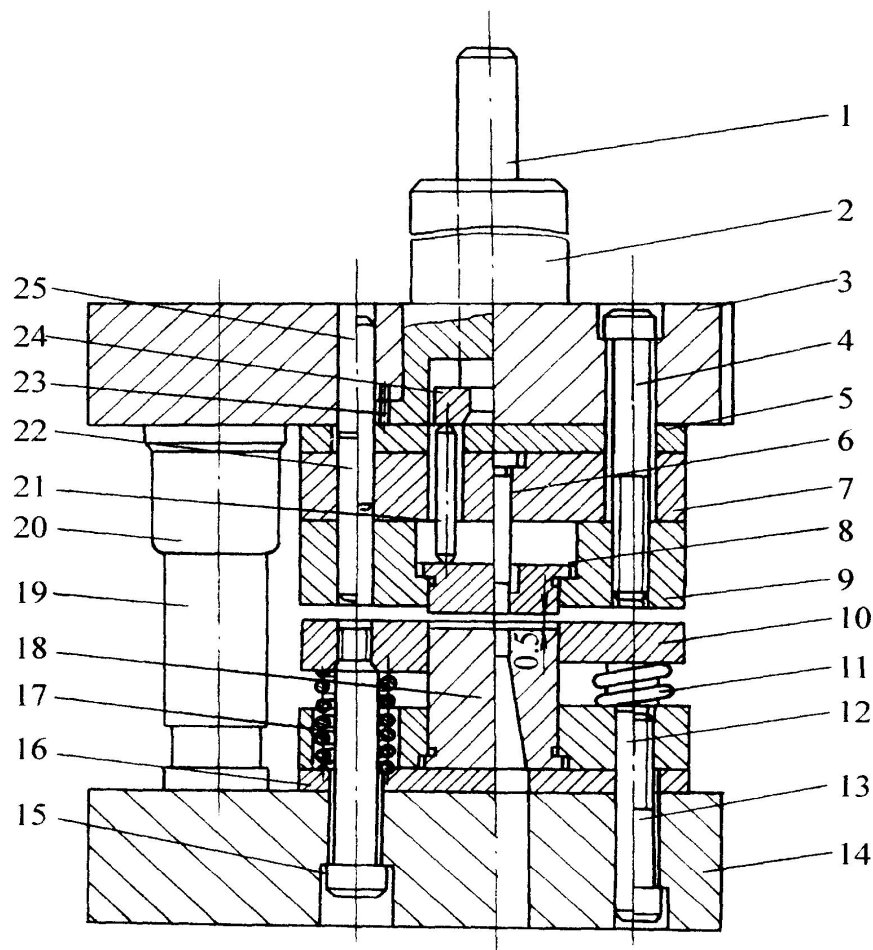

图2-48 冲孔、落料复合模
- ①装配要点 复合模的装配不同于普通冲裁模，其上、下模的配合稍有不准，就会导致整副模具的损坏，所以加工和装配不得有丝毫差错。复合模除了工作件和相关零件必须保证精度外，装配时应保证做到以下要求：
- ②装配顺序 对于导柱复合模，一般先装上模，然后找正下模中凸凹模的位置，按照冲孔凹模型孔加工出排料孔。这样既可以保证上模中推件装置与模柄中心对正，又可以避免排料孔错位。而后以凸凹模为基准件分别调整冲孔与落料的冲裁间隙，并使之均匀，最后再安装其他辅助零件。
- ③装配实例 图2-48所示为冲孔、落料复合模。其装配工艺过程如下：